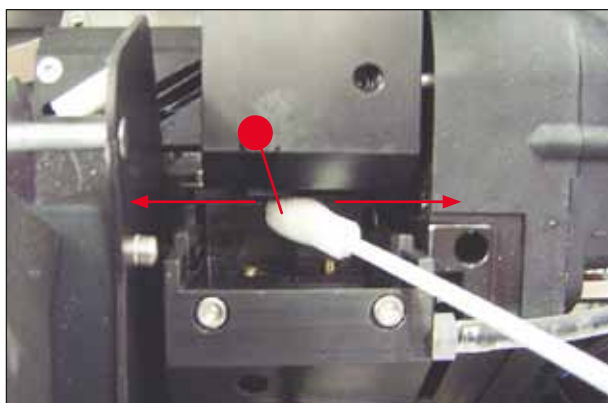

Рис. 54
5. Осторожно вставьте палочку в зазор под печатающей головкой (→ "Рис. 54"). и легким нажатием вверх (на печатающую головку) переместите из одной стороны в другую (ок. 10 раз). Отложения засохших чернил отделяются и удаляются.